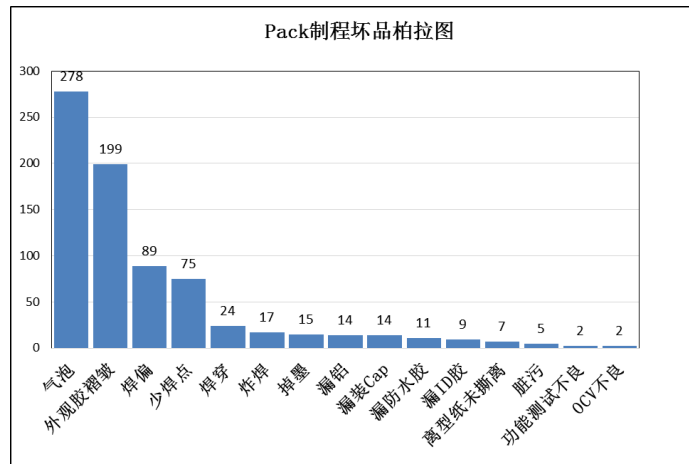

图 3-8 Pack 制程坏品柱状图
(2) 插入表格,利用表格中两个系列的数据分别做成柱状图(坏品数量)和折线图(累加百分比)选择第一个数据系列,生成一个柱状图。如下图 3-8 所示